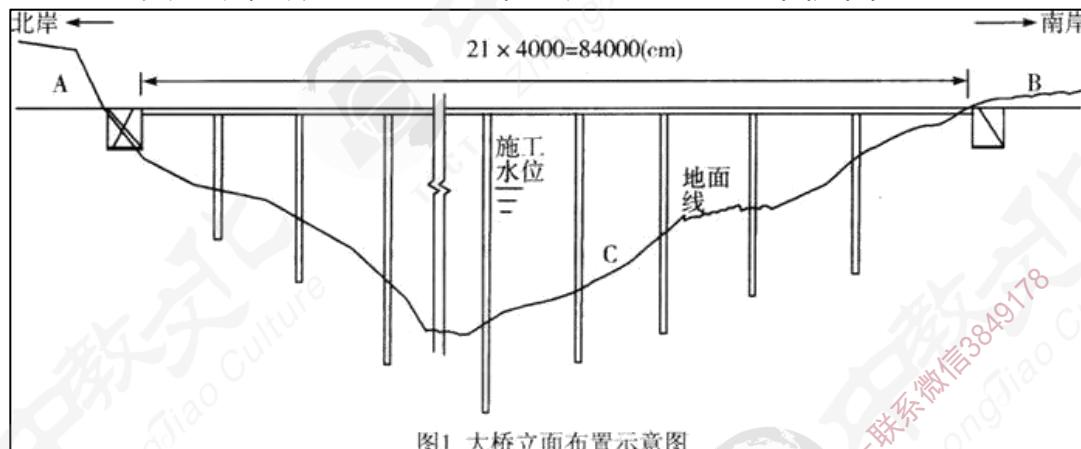

图1 大桥立面布置示意图
某施工单位承接了一段山区高速公路，其中有一座 $21 \times 40m$ 先简支后连续 T 型预应力混凝土梁桥。北岸桥头距隧道出口 30m，南岸桥头连接浅挖方路堑，挖方段长约 2km，大桥采用双柱式圆形截面实心墩，墩身高 10-40m，大桥立面布置示意图见图 1：
- 2、根据大桥的地形条件，针对图 1 的 A、B、C 位置，T 梁预制梁场应设置在哪里合适？说明理由。